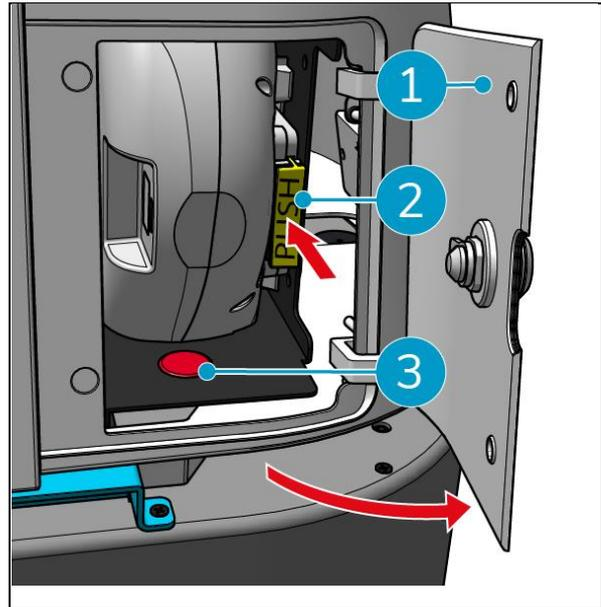
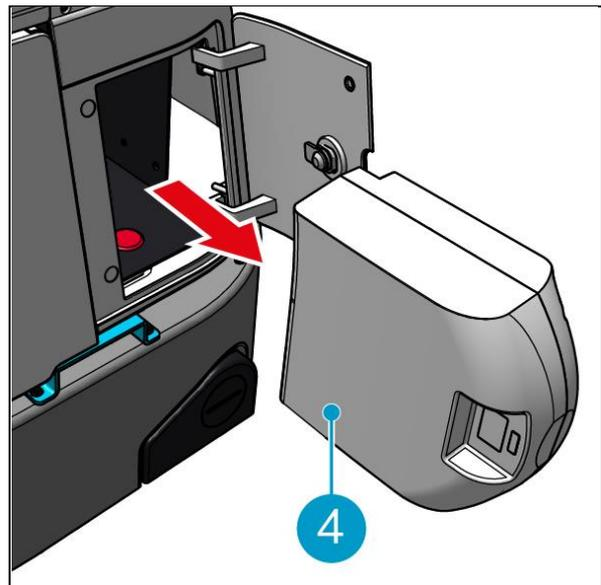

Figura 28
Figura 29
1. Desbloquee y abra la tapa del compartimento de las pilas (Figura 28, pos. 1) con la llave suministrada.
2. Apague el co-botic™ 45 pulsando el botón de encendido/apagado (Figura 28, pos. 3).
3. Mientras pulsa el bloqueo deslizante amarillo (Figura 28, pos. 2), extraiga la batería del compartimento (Figura 29, pos. 4).